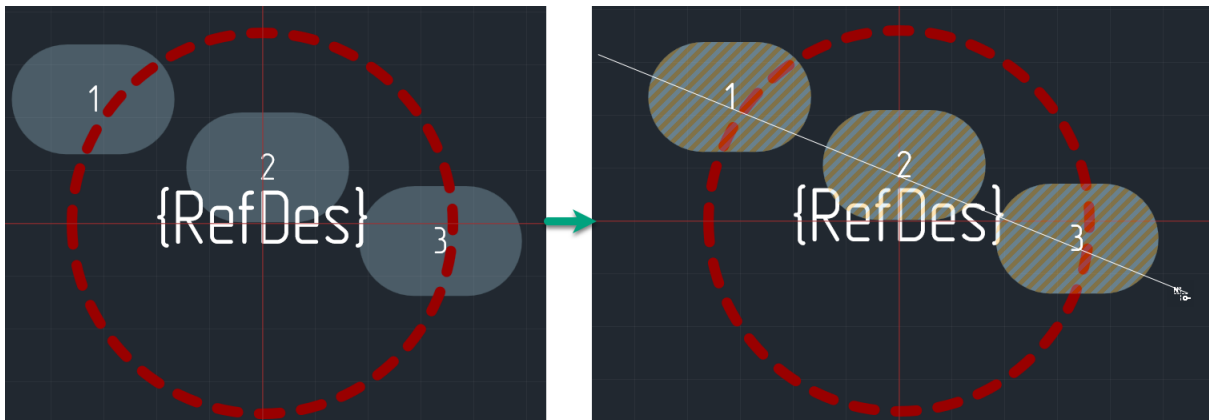

Рис. 130 Линия перенумерации
2. Переместить курсор в рабочую область и задать линию перенумерации: для этого в выбранной точке нажать левую кнопку мыши и переместить курсор в другую точку, между ними отобразится линия, см. Рис. 130.